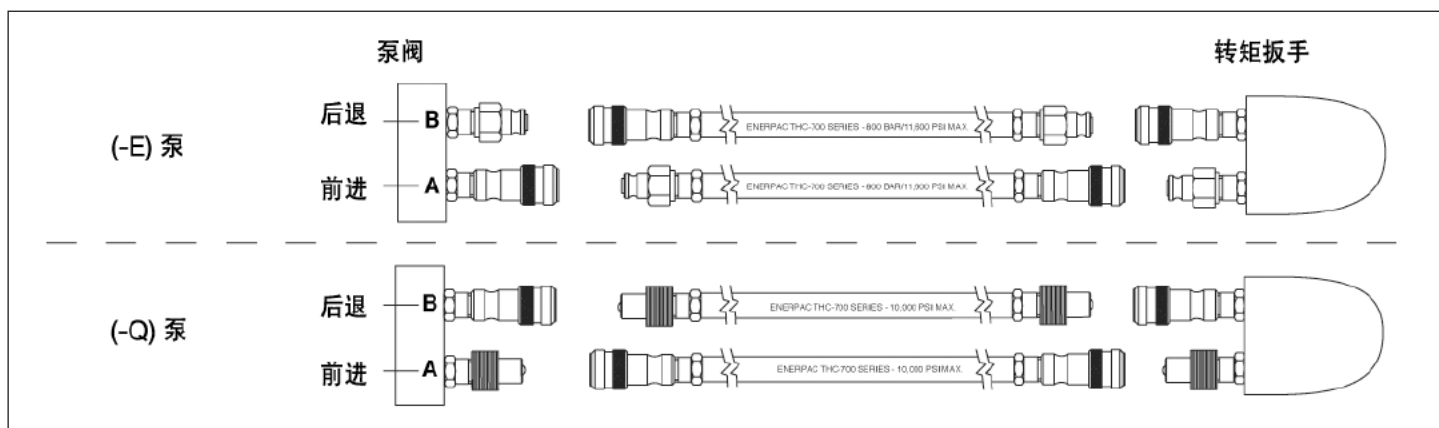

图5
如图 5 所示连接软管。
2. 适合使用一般转矩扳手的 (-Q) 泵类型。使用额定值为 700 巴 /10,000 psi 工作压力的软管。接头必须按图 5 所示进行极化处理，以实现正确的扳手操作。操作前确保接头完全啮合并已拧紧。如果接头只是部分啮合，将会妨碍扳手正确操作。